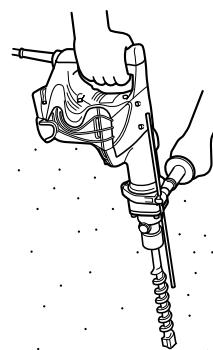

Fig. 10
- (1) Desserrer la poignée latérale et insérer la partie droite de la quenouille dans le trou du boulon de la poignée.
- (2) Déplacer la quenouille à la position spécifiée et faire tourner l'attache coulissante de la poignée latérale dans le sens des aiguilles d'une montre pour fixer la quenouille.
6. Préchauffage (Fig. 10)